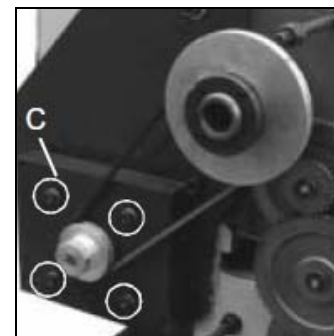

Abb. 18
Lösen Sie die vier Muttern und drehen die Schrauben (C) an der Motorplatte nach rechts, um den Riemen zu spannen und nach links drehen, um den Riemen zu lösen. (Abb. 18)
Stellen Sie die Maschine auf die gewünschte Gewindesteigung (gemäß der Gewindeschneidtable, Abb. 18) ein. Starten Sie die Maschine und schalten den Vorschub für den Schlittenvorschub mit dem Einrückhebel ein. Den Gewindedrehmeissel knapp an das Werkstück zustellen. Wenn der Gewindedrehmeissel das Werkstück erreicht, wird es in einem ersten Durchgang das Gewinde schneiden. Wenn das Werkzeug das Ende des Schnittes erreicht, stoppen sie die Maschine indem Sie den Motor ausschalten, und fahren Sie gleichzeitig das Werkzeug aus dem Werkstück zurück, so dass es das Gewinde säubert. Lösen Sie auf keinen Fall den Einrückhebel. Ändern Sie die Motordrehrichtung, um dem Schneidwerkzeug zu ermöglichen, zum Ausgangspunkt zurückzufahren. Wiederholen Sie diese Schritte bis das gewünschte Ergebnis erreicht ist.